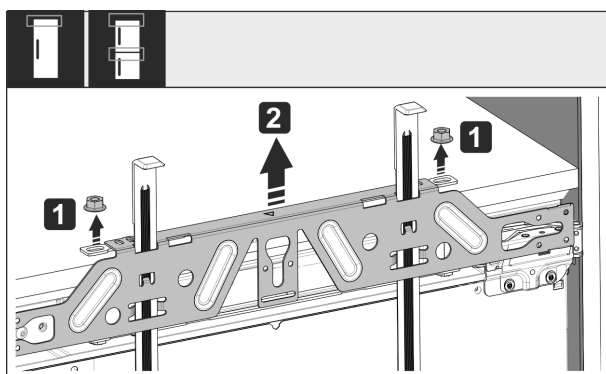

Fig. 51
- Løsne kontramuttere Fig. 51 (1).
- Ta av festetraversen Fig. 51 (2).